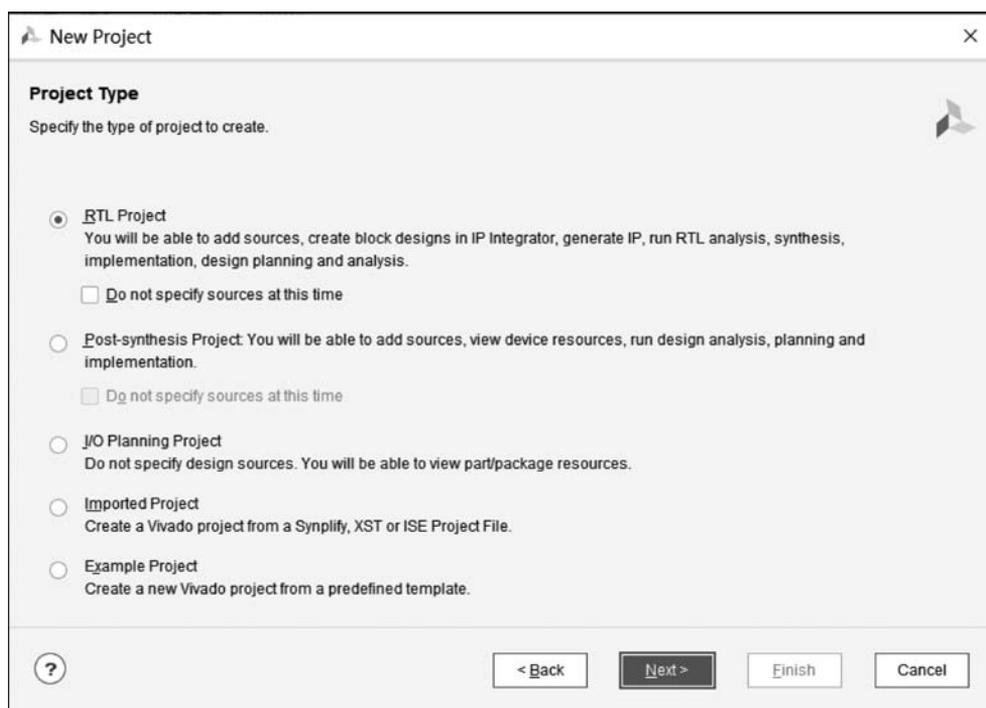

图 3.5 选择工程类型
(4) 选择项目类型(如图 3.5 所示)界面, 选择 RTL Project 类型, 单击 Next 按钮。
**注意:** 如果在图 3.5 中勾选 Do not specify sources at this time 复选框, 则跳过后面的(5)和(6), 表示当前工程无须添加源文件和约束文件。